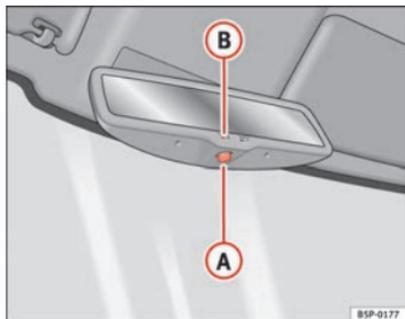

Fig. 87 Retrovisor interior com regulação automática para posição de antiencandeamento.
- Pressionar o botão **A** ⇒ Fig. 87. O aviso de controlo **B** apaga-se.
- Pressionar o botão **A** ⇒ Fig. 87. O aviso de controlo acende-se.